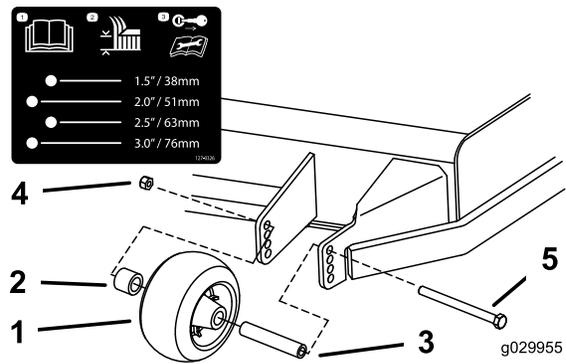
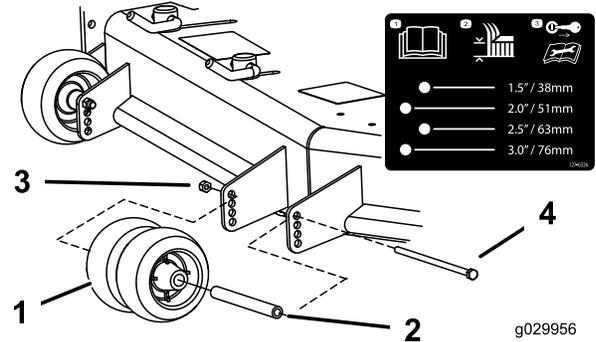
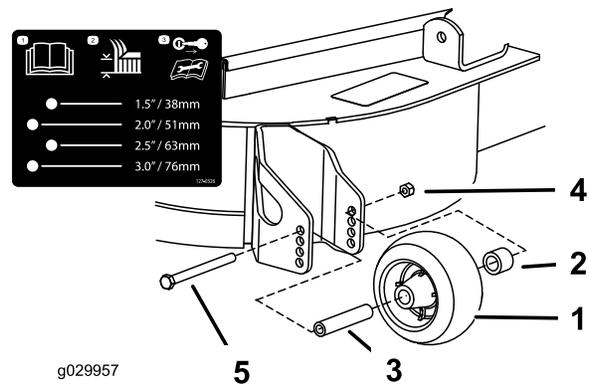

図 30
図 31
図 32
3. 図 30、図 31および図 32に示すように、アンチスカールローラを調整する。